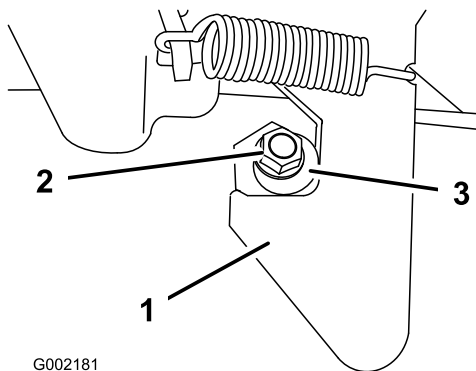

Figura 25
1. Allentate il dado sull'estremità della colonnetta di ancoraggio (Figura 25).
- Girate la colonna di ancoraggio in senso orario finché non si trova saldamente contro il dispositivo di chiusura, quindi serrate il dado (Figura 25).